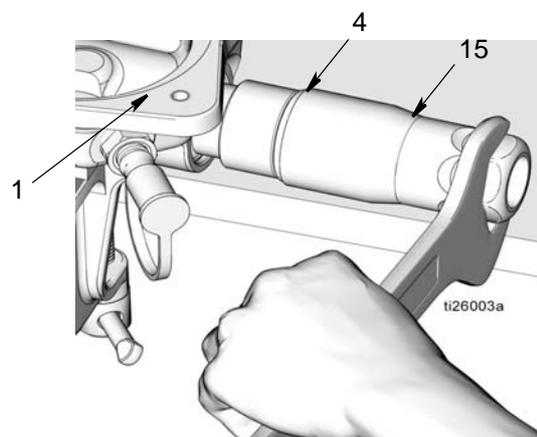

FIG. 22
- e. Smaltire gli O-ring (7, 41) e il dado (5) secondo le norme vigenti per il corretto smaltimento
16. Rimuovere la valvola di ritegno sulla mandata (15) dalla base della pompa (1) (FIG. 22). Estrarre l'O-ring (4) dalla valvola di ritegno sulla mandata. Smaltire gli O-ring secondo le norme vigenti per il corretto smaltimento